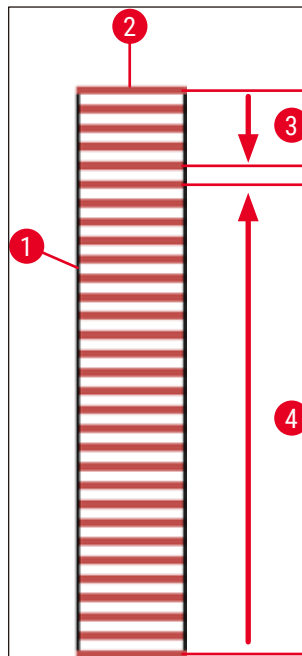

図 74
処理中にスライドが乾燥するのを防ぐため、先頭の 5 枚のスライドを常に最初に封入処理します。次にラックを引き上げ、一番下にあるスライドから順に封入を続けます (→ 図 74)。
- 図 (→ 図 74) を使って処理順を説明します。(→ 図 74-1) はラックを、(→ 図 74-2) はスライドを表します。